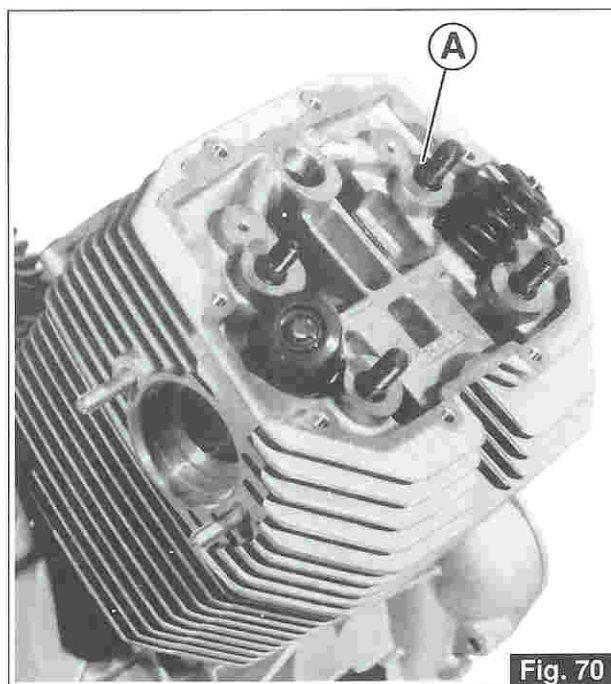

Fig. 70
- Prima di rimontare il castelletto di supporto bilancieri, posizionare in sede i 4 anelli OR «A» sui prigionieri (Fig. 70).
- Before refitting the rocker arms mount, slip the 4 oil seals «A» into their seats on the stud bolts (Fig. 70).